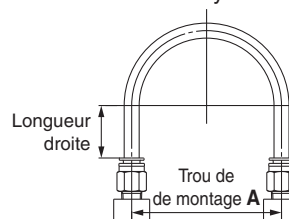

Fig. 1 Configuration de raccordement recommandée
- Lors du raccordement de tubes à raccords instantanés, fournissez de la longueur de tuyau supplémentaire comme l'indique la Fig. 1, en configuration de raccordement recommandée.